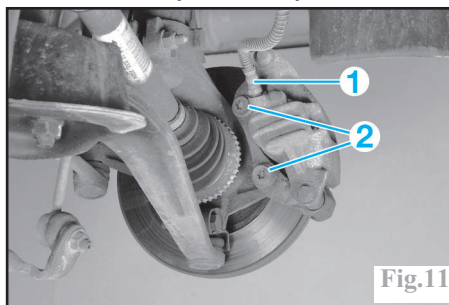

Fig.11
Désaccoupler le flexible de frein (1) (Fig.11).